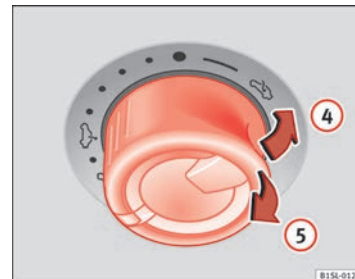

Abb. 27 Am Dachhimmel: Zum Ausstellen und Schließen des Dachs den Knopf drehen.
- Vor Ablauf von etwa 5 Sekunden ab der Aktivierung der Kraftbegrenzung am Knopf ⇒ Abb. 27 ⑤ ziehen, bis das Schiebe- und Ausstelldach ganz geschlossen ist.